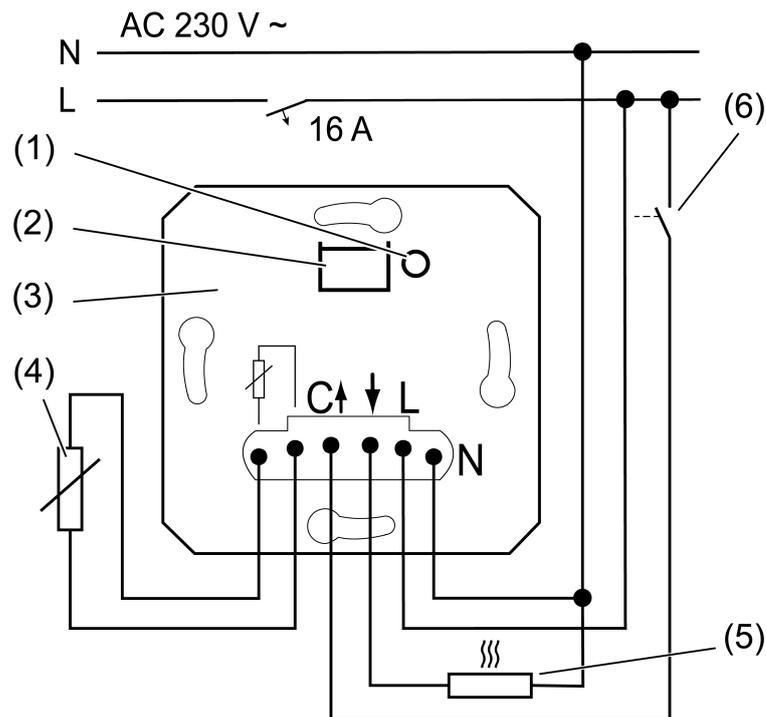
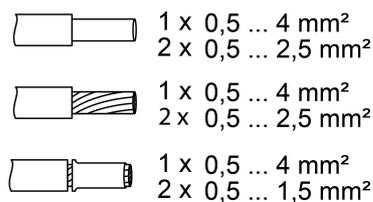

Figura 1: Esempio di collegamento dell'unità da incasso
Figura 2: Sezione cavo collegabile
- Collegare l'unità da incasso (3) secondo lo schema di collegamento (Figura 1). Osservare le sezioni del cavo collegabili (Figura 2).
- In via opzionale collegare la sonda remota esterna (4) (accessori).
- i** Tramite breve azionamento del tasto **TEST** (1), il carico può essere attivato. Con carico attivato il LED (2) si illumina.